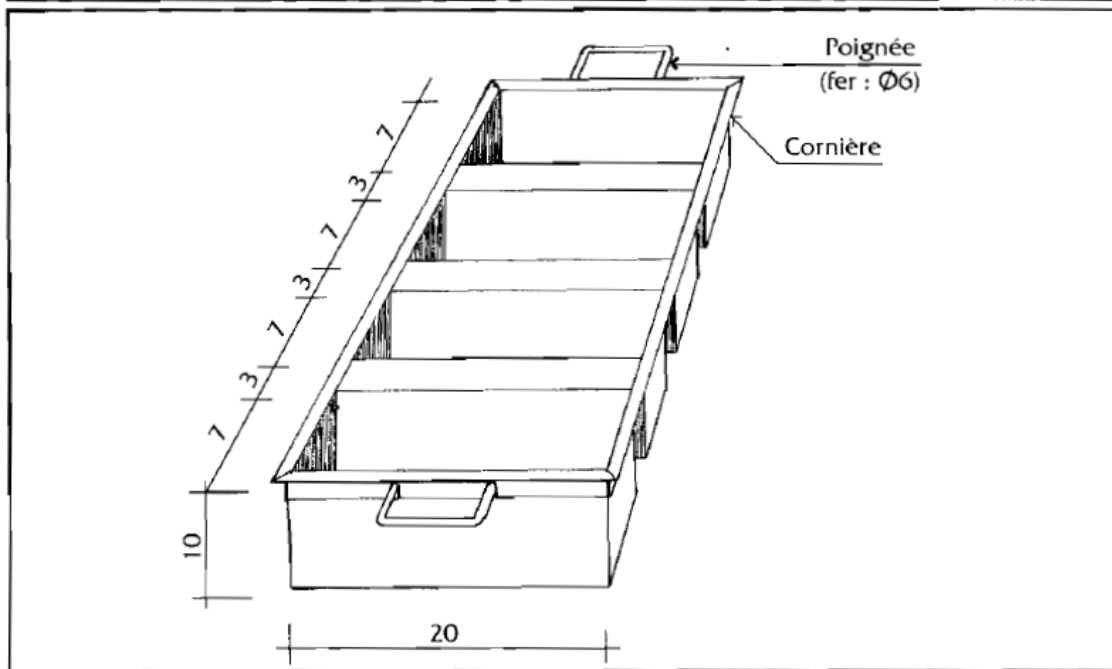

Figure 3 :
5.2/ A la verticale de l'arrivée des bouses (axe du fond du caniveau), une corde est fixée à 101cm de hauteur (FIG.3 et 5).